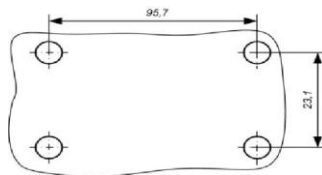

Рисунок 1
- 1) Просверлить 4 крепежные отверстия $\text{Ø}3,5\text{мм}$ согласно рисунку (Рисунок 1).